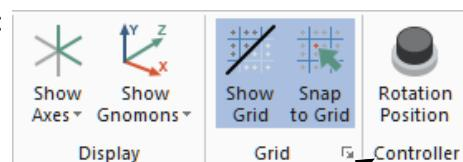

Fig. 5
Step 2. Click the Dialog Box Launcher (Alt-G), Fig. 5.